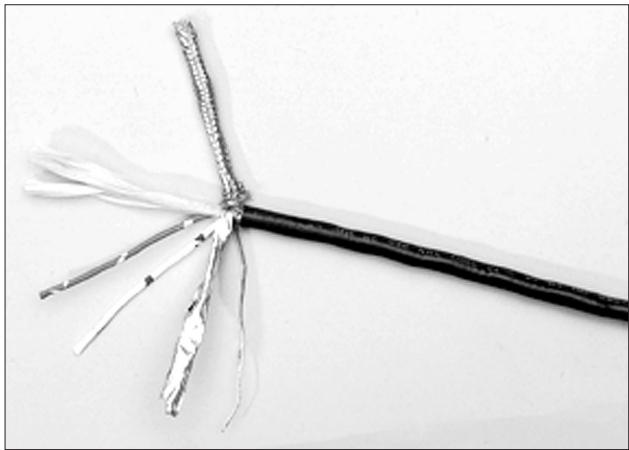

图 3.8：分离电缆部件
2. 分离电缆部件。如图3.8所示，解开编织屏蔽，并将箔屏蔽剥开至外部护套被剥去的相同位置。